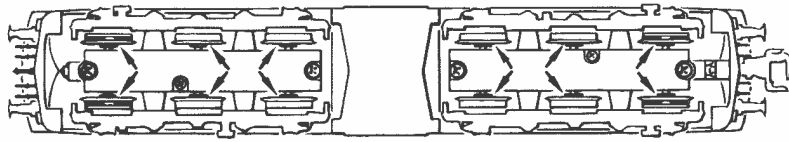

Fig. 8
4. Haftreifenwechsel: Zuerst die Drehgestellblende abnehmen (Fig. 8). Danach den **Radsatz** herausnehmen und die **Haftreifen** mit einer Nadel od. mit einem feinen Schraubendreher abziehen (Fig. 8). Beim Aufziehen der neuen Haftreifen darauf achten, dass diese sich nicht verdrehen.
4. Change of traction tyre: Remove the bogie blind (fig. 8). Take out **wheel set** and remove **traction tyre** using a pin or a fine screwdriver (fig. 8). When pressing on the new traction tyre please **avoid twisting it**.
4. Cambio de las gomas de tracción: levantar la tapa de engranajes (fig. 8) tomar el conjunto de ruedas y cambiar las ruedas de tracción usando un alfiler o un destornillador fino (fig. 8). Cuando presione la nueva goma de tracción evite retorcerla.